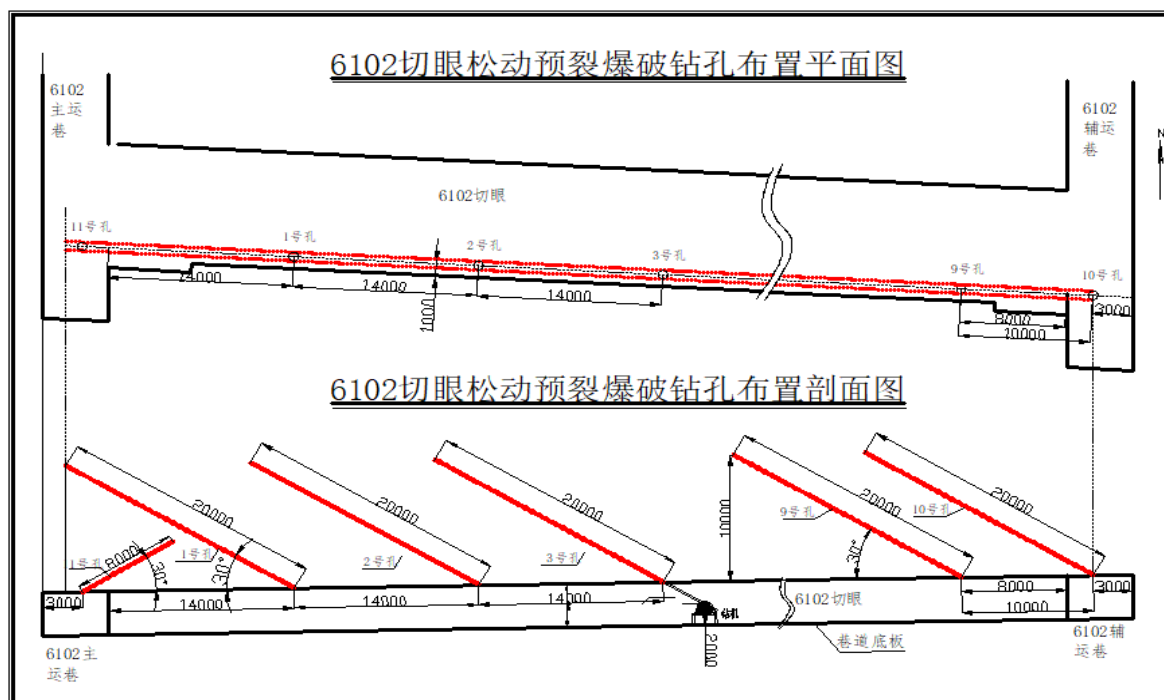

图 1 炮眼布置图
-10 号钻孔深度 20m, 11 号钻孔深度 8m。炮眼布置图如图 1。